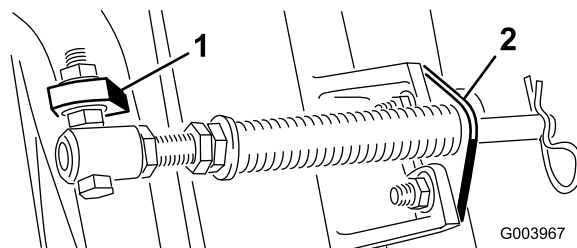

図 5
- D. カッティングユニットのタブにロッド・ブラケットを取り付け、キャリッジ・ボルト2本とナットで固定する(図 5)。